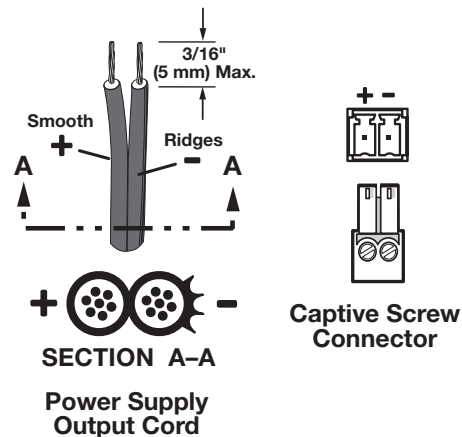

Figure 45. Power Connector Wiring
Figure 45 shows how to wire the connector.
- Power supply voltage polarity is critical. Incorrect voltage polarity can damage the power supply and the unit. The ridges on the side of the cord (see **figure 45** on page 58) identify the power cord negative lead.
- La polarité de la source d'alimentation est primordiale. Une polarité incorrecte pourrait endommager la source d'alimentation et l'unité. Les stries sur le côté du cordon permettent de repérer le pôle négatif du cordon d'alimentation (voir **figure 45** a la page 58).